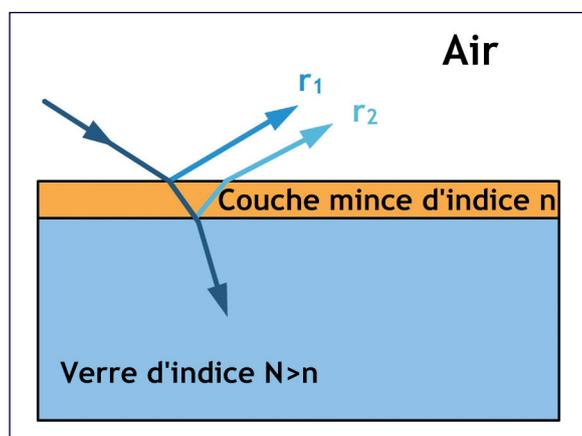

Fig. 4 - Effets, sur les rayons lumineux, d'un verre d'indice $N > n$ recouvert d'une couche mince d'indice n
- **Utiliser le phénomène d'interférences** : si l'on dépose une mince couche, d'épaisseur e et de faible indice n , sur la face extérieure d'un verre d'indice N (fig. 4), le parcours de deux rayons réfléchis est différent, à la fois par la longueur et l'indice des milieux : ils sont déphasés. Et pour deux ondes qui vont s'ajouter, il existe des valeurs du déphasage qui diminuent au maximum la lumière réfléchie en fonction de paramètres variables que nous pouvons donc choisir ; par exemple l'indice de la couche et son épaisseur. L'indice N du verre traité a aussi son importance. Pour une valeur faible ($N = 1,4$), le facteur de réflexion n'est que deux fois plus faible, alors qu'une valeur plus importante ($N = 1,6$) le divise par 17 !